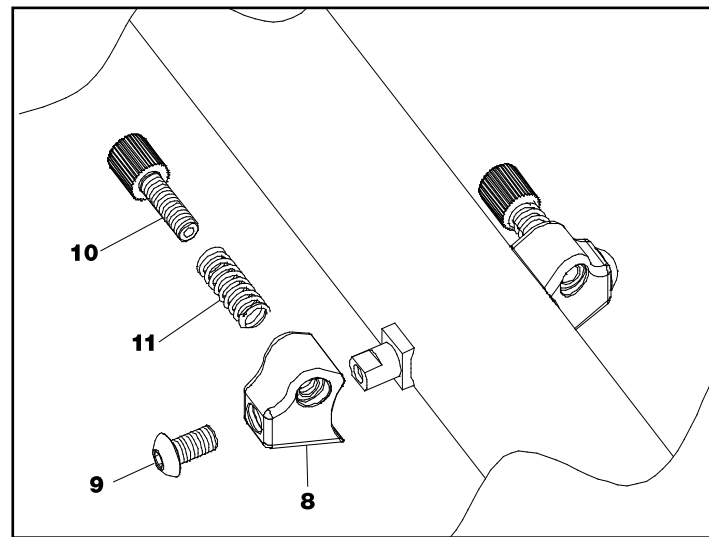

ABB. 2
- Entfernen Sie die vorhandenen Unterrohrschalthebel und ersetzen Sie sie mit Schaltzugwiderlager-Rahmenadaptern (Nr.8). Befestigen Sie die Adapter mit den M5x10 Halbrundschräuben (Nr.9), wobei sie mit einem 3 mm Innenschlüssel zu einem Drehmoment von 4 Nm anziehen sind. Falls Ihr Fahrrad schon mit einstellbaren Schaltzugwiderlagern ausgestattet ist, können Sie auch diese verwenden. Ziehen Sie die Stelhülsen ganz fest, und stellen Sie diese dann um drei Drehungen zurück. (Abb.2)